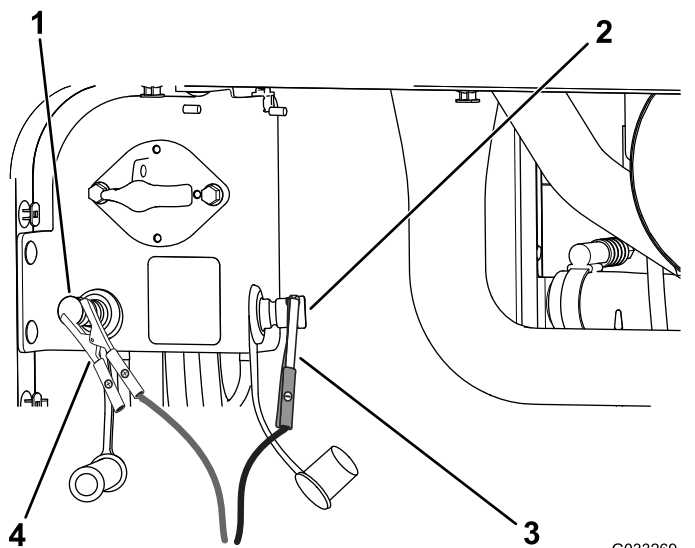

Рисунок 106
4. Подсоедините положительный (+) пусковой соединительный кабель к положительному штырю запуска от внешнего источника (Рисунок 106).
- Подсоедините отрицательный (-) пусковой соединительный кабель к отрицательному штырю запуска от внешнего источника (Рисунок 106).
- Когда двигатель запустится, другой человек должен отсоединить отрицательный (-) пусковой соединительный кабель от отрицательного штыря запуска от внешнего источника, а затем отсоединить положительный (+) пусковой соединительный кабель (Рисунок 106).